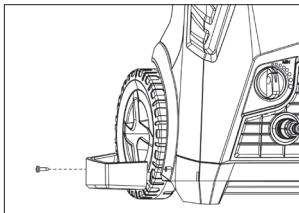

Рис. 4
3. Чтобы собрать защитную насадку распылителя, сначала вставьте язычок в паз, расположенныйный в нижней левой части устройства, а затем закрепите его одним маленьkim винтом. Рис. 4